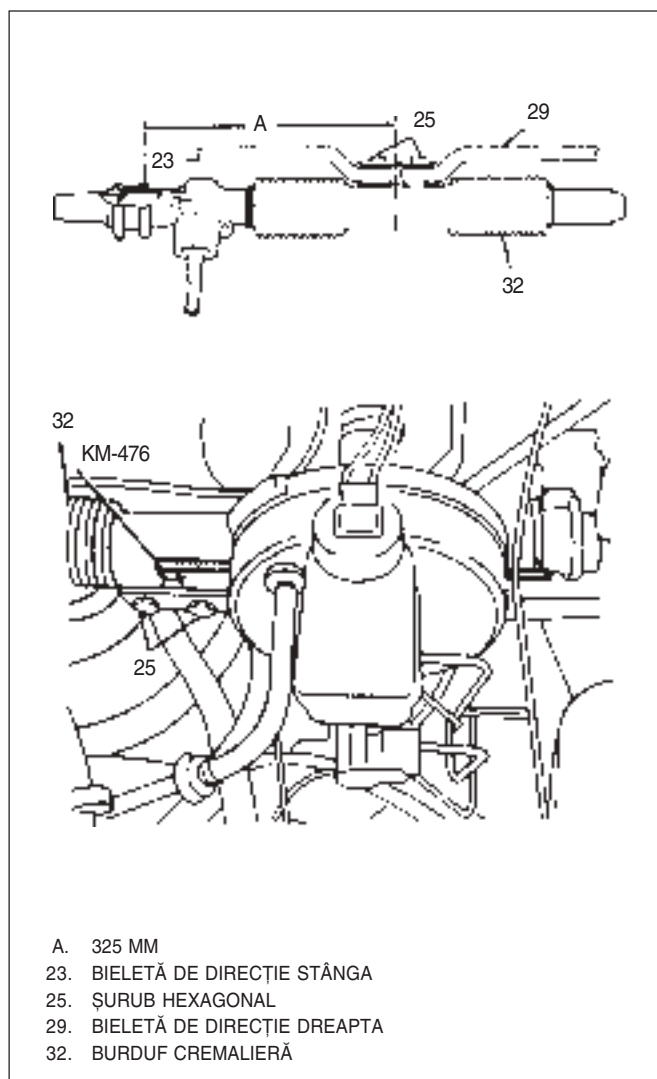

Fig. 19 Poziționarea direcției pentru mers drept
**🔧** Se reglează (Fig 19 la 21)